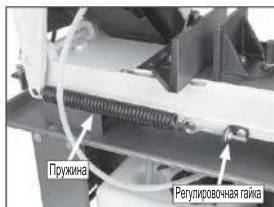

Рисунок 20. Расположение регулировочной гайки.
2. Натяните пружину, вращая регулировочную гайку (см. рисунок 20). Затяните достаточно, чтобы устранить люфт, но не настолько, чтобы приложить натяжение к пружине.